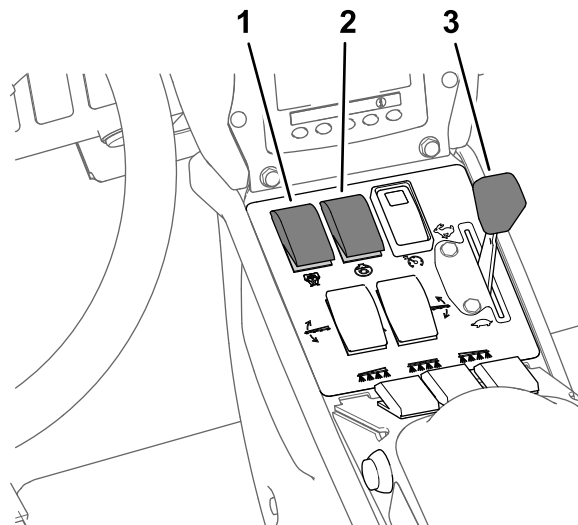

图 45
8. 将搅拌开关和喷洒泵开关设定至开启位置图 45。
9. 将节流阀设定至快速位置图 45。
注意 此程序假定喷洒泵是打开的请参阅 以喷洒率模式喷洒 \(页码 29\) 中的 图 45。
4. 调节节流阀到所需的发动机转速进行喷洒请参阅 以喷洒率模式喷洒 \(页码 29\) 中的 图 45。